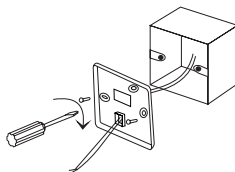

Рис. 2
4. Как показано на рис.2, закрепите заднюю крышку пульта на стене или распаечной коробке с помощью комплектных саморезов M4×20.